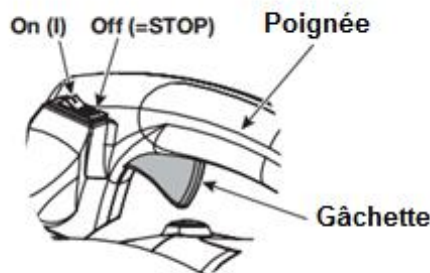

Fig. 5
- c) Appuyez sur l'interrupteur ON/OFF sur la position ON (I). (Fig. 5).
b) Appuyez et maintenez l'interrupteur ON/OFF en position OFF (STOP) jusqu'à ce que le moteur s'arrête complètement (Fig. 5).